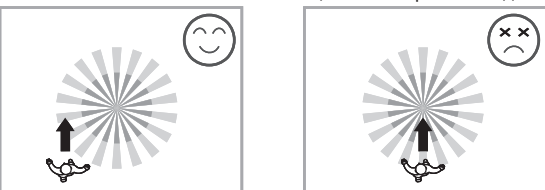

Рис. 3
- 3.1.2 Обратите внимание на направление ходьбы в процессе испытания. Наблюдается более высокая чувствительность обнаружения движения при перемещении поперек датчика и меньшая чувствительность обнаружения движения при перемещении в направлении датчика, чтобы уменьшает область обнаружения (см. рис. 3).